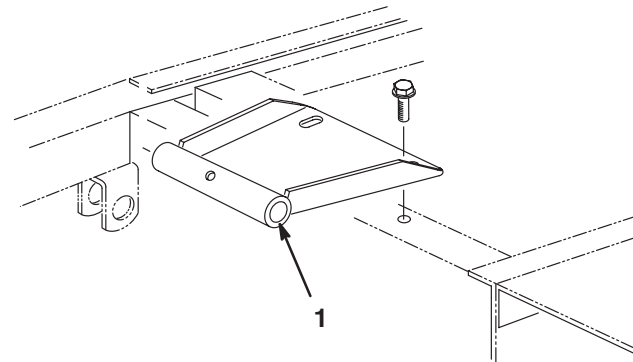

Figure 8
2. Fixez le support de pivot du siège au bâti avec 2 vis à embase qui font partie du kit (Fig. 8)
- Fixez le support de pivot du siège au bâti avec (2) vis à embase qui font partie du kit (Fig. 8)